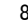

图2
- 5.2 热点/冷点定位: 按住开关按钮,同时 will 将测温仪镭射点通过上下移动进行扫描以进行定位(如图2)。
(图2)
按下测温仪下面靠近扳机处的按钮并握住把手的上端向前下侧方向拉开电池门来打开测温仪。将里面的开关接贴纸上的指示拨到适当的位置, 在摄氏度 (°C) 和华氏度 (°F) 之间切换。请参阅图2。